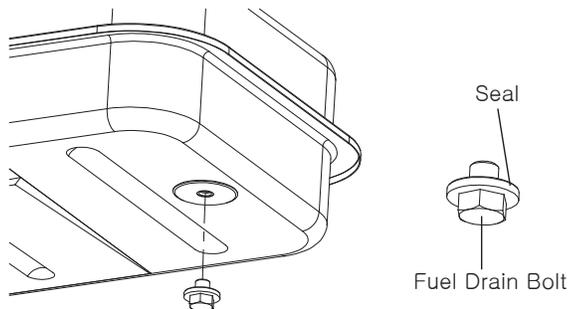

Figure 12 - Enlèvement du bouchon de vidange
1. Enlever le bouchon de vidange du réservoir de carburant. Voir la Figure 12.